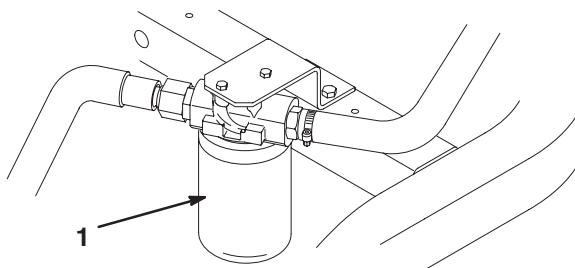

Bild 50
1. Reinigen Sie den Bereich um den Filterbefestigungsbereich (Bild 50). Stellen Sie ein Auffanggefäß unter den Filter und entfernen den Filter.